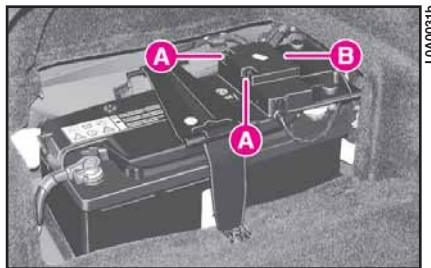

fig. 69
- 3) Appuyer sur les ailettes A (fig. 69) et enlever le couvercle B.